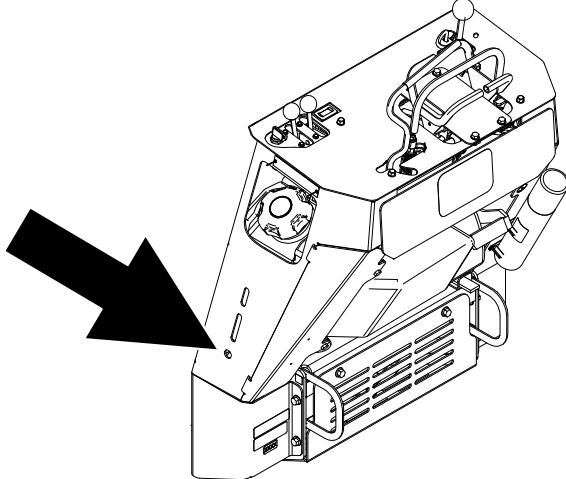

Figura 34
**Nota:** Puede utilizar una extensión de llave de carraca en el taladro mostrado en la Figura 34 para conectar una llave de filtro de aceite.